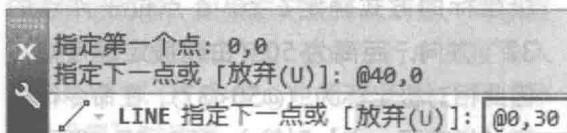

图 1-6 输入C点的相对直角坐标
- 输入C点。由于相对直角坐标是相对于上一点进行定义的, 因此在输入C点的相对坐标时, 要考虑它和B点的相对关系。由图1-3可知, C点位于B点的正上方, 距离为30, 即输入@0,30, 如图1-6所示。